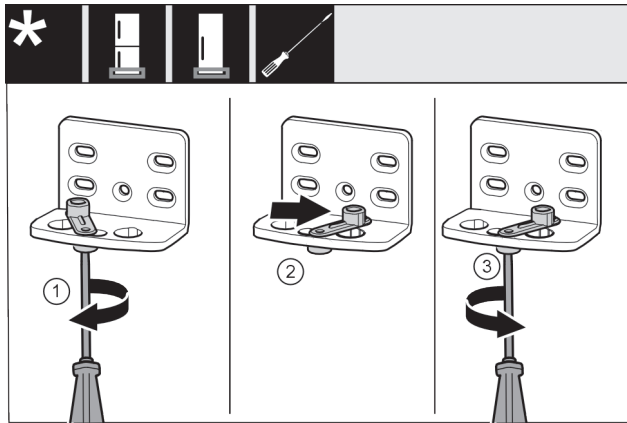

Fig. 19 *
- Schraube Fig. 19 (1) mit Schraubendreher lose schrauben.*
- Türschließhilfe Fig. 19 (2) anheben und um 90° nach rechts in Bohrung drehen.*
- Schraube Fig. 19 (3) mit Schraubendreher festschrauben.*